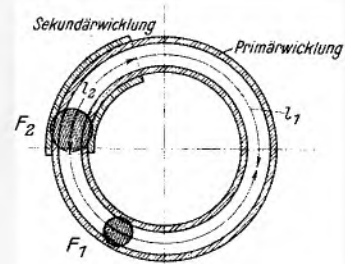

Bild 19. Zwei Ringspulen
**Fall 8. Ringspulen, zwei auf einen Ringkern gewickelte Spulen** (Bild 19)